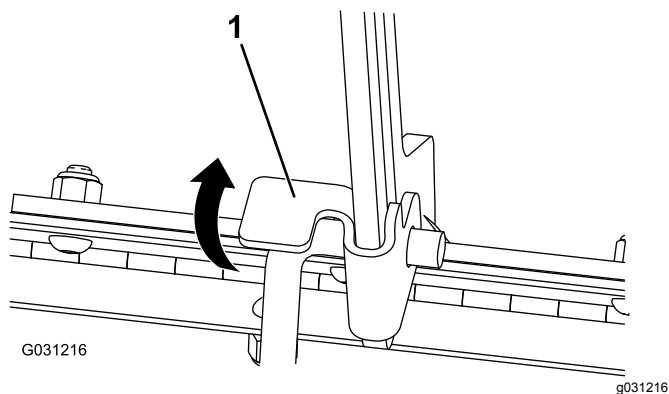

Figura 33
1. Alzate la linguetta che fissa l'asta di supporto (Figura 33).